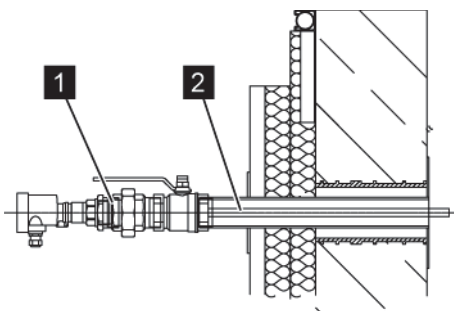

Fig. 38 : Sécurité de trop-plein
2. Démontez la sécurité de trop-plein (Fig. 38 /1). Pour cela, desserrer l'écrou à chapeau de la sonde avec une pince à tube ATEX.
5. Nettoyer la sonde (Fig. 38 /2) avec un chiffon.
6. Monter la sécurité de trop-plein (Fig. 38 /1). Pour cela, ouvrir le robinet, et enfoncer rapidement la sonde dans le robinet et dans la traversée murale.